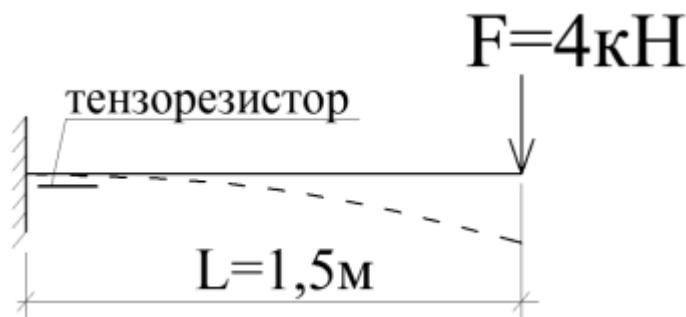

Рис. 1 Расчетная схема натурного испытания
4. Выполнить проверку прочности консольной балки двутаврового сечения № 18, если известно, что при испытаниях этой балки сосредоточенной силой $F = 4\text{kH}$ в нижнем волокне около защемления измеренная деформация составила $e = 21,5 \cdot 10^{-5}$. Предполагаемая нагрузка $F_{max} = 20\text{kH}$. Геометрические характеристики двутавра № 18 $I_x = 1290 \cdot 10^{-8} \text{ м}^4$, $W_x = 143 \cdot 10^{-6} \text{ м}^3$. Коэффициент условий работ $y_c = 1,0$, расчетное сопротивление стали $R_y = 250 \text{ МПа}$. Расчетная схема представлена на рис. 1